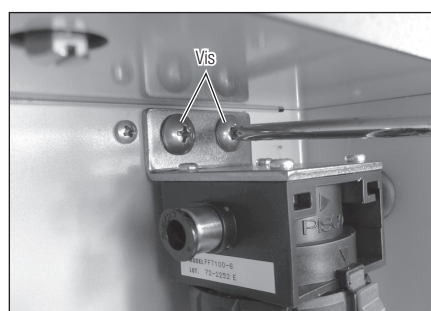

Fig. 32
- 3) Pour démonter le filtre à air, retirez les deux vis au moyen d'un tournevis en croix (Fig. 32).